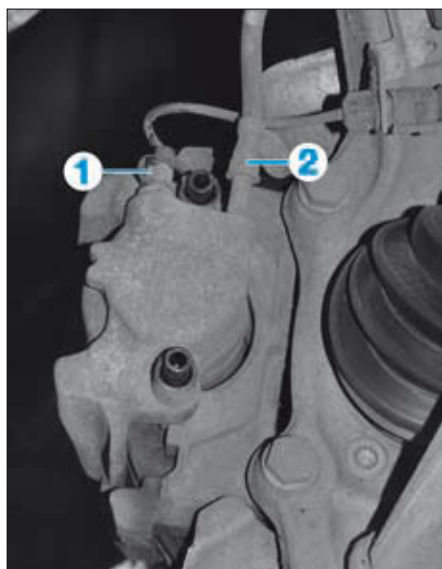

FIG. 6
- Brancher une durit, reliée à un récipient de récupération, sur la vis de purge (1) de l'étrier concerné (Fig.6).
- Desserrer le raccord hydraulique (2) sur l'étrier de frein.